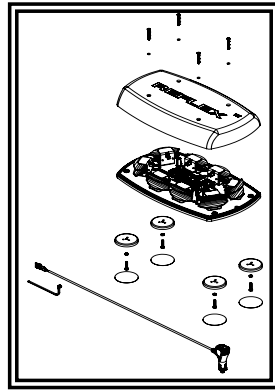

Figura 5
3. Coloque una arandela de estrella interna en el perno hexagonal cerrado M5 x 20 y haga pasar el perno por el orificio del imán de la ventosa como se muestra. Sostenga el conjunto del imán-perno con el perno atravesando el imán lo más posible y coloque la tuerca hexagonal y el vástago del perno a través de uno de los orificios de las 4 esquinas del lado inferior de la base de la Minibar. Mantenga la tensión en el perno y la tuerca sosteniendo el imán de la ventosa mientras aprieta el conjunto. Repita este proceso para las cuatro esquinas. Vea la Figura 5.